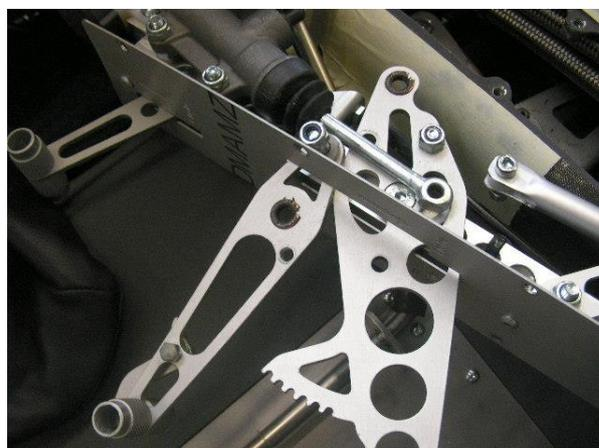

Abb. 4 – Demontage Gashebelanschlagschraube
- 8 Vordere Gashebelanschlagschraube demontieren (Abb. 4)